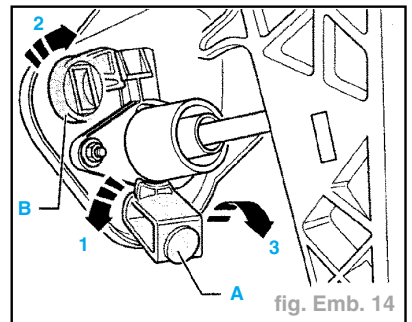

fig. Emb. 14
- Tourner la butée (A) pour la pédale d'embrayage dans le sens de la flèche (1) et la retirer (fig. Emb. 14).